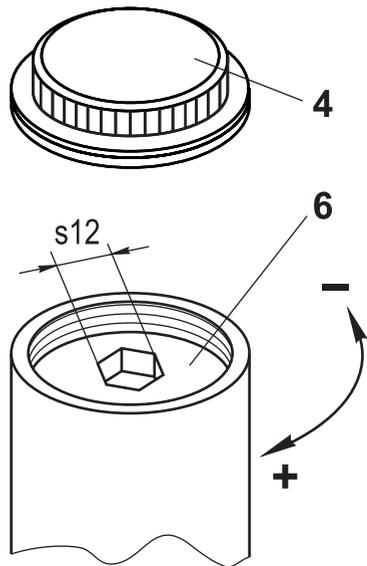

Рис. 7
- используя шестигранное отверстие (s12) в регулировочном винте 6 (рис. 7) при его повороте по часовой стрелке можно увеличить давление на выходе регулятора до заданного значения. Поворачивая регулировочный винт 6 против часовой стрелки происходит уменьшение давления на выходе. После проведения регулировки защитную пробку 4 необходимо установить в прежнее положение.